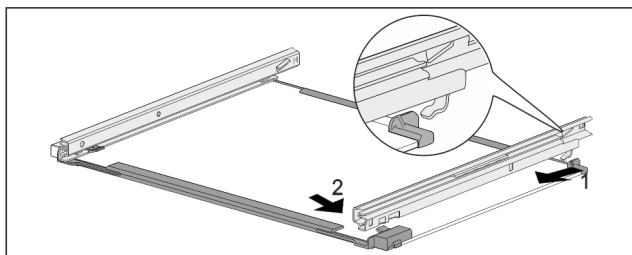

Fig. 228 Skleněná deska s kolejničkami
- Zahákněte kolejničku vzadu. Fig. 228 (1)
- Zaklapněte kolejničku vpředu. Fig. 228 (2)